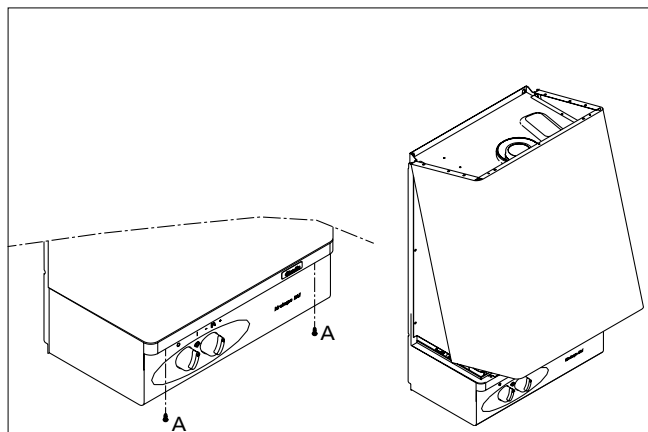

fig. 21
- togliere le due viti A (fig.21)
- spostare in avanti il mantello (fig.21)
- muovere il mantello verso l'alto liberandolo dai ganci superiori (fig.21)